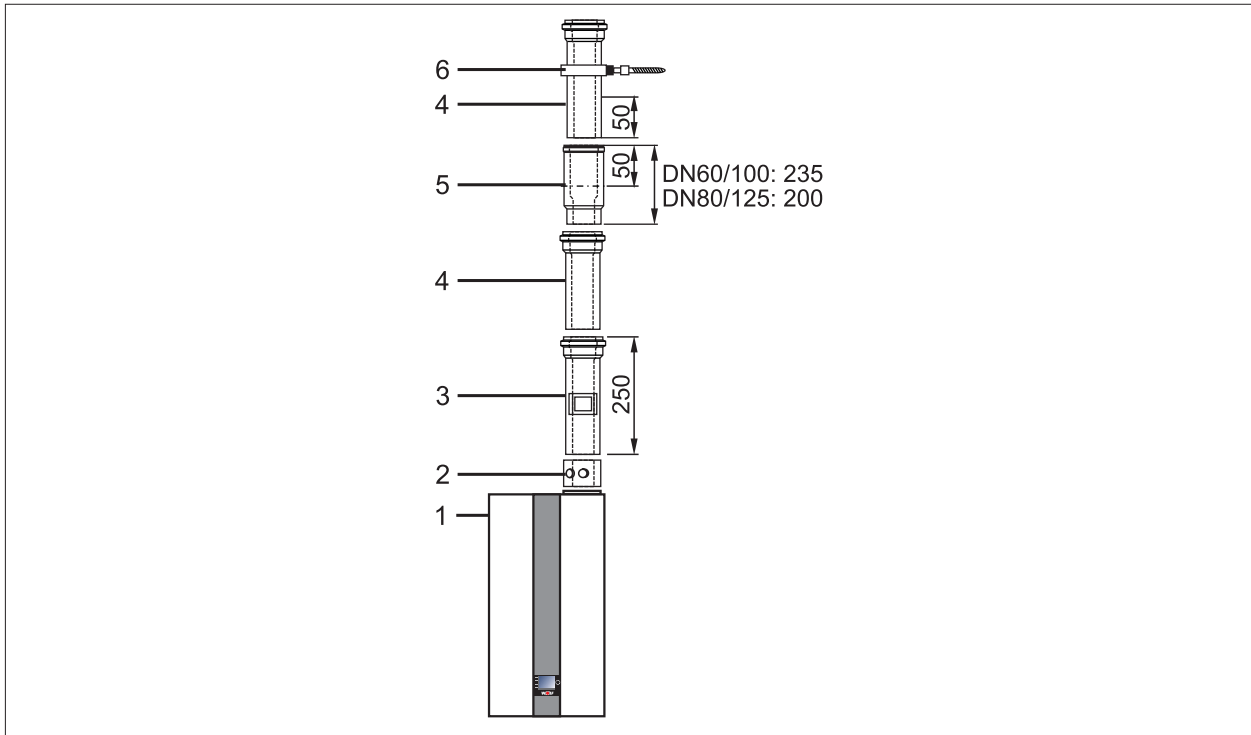

Abb. 5.12 Beispiel Luft-/Abgasführung [mm]
- ▶ Geräteanschluss mit Abgas-Messöffnung (2) (Abb. 5.12) grundsätzlich am Anschluss des Wärmeerzeugers (1) montieren.
- ▶ Trennvorrichtung (6) (Abb. 5.12) bis zum Anschlag in die vorhergehende Muffe (5) schieben.
- ▶ Nachfolgendes Luft-/Abgasrohr (4) 50 mm in die Muffe der Trennvorrichtung (5) schieben.
- ▶ Luft-/Abgasrohr (4) in dieser Position unbedingt fixieren, z. B. mit Abstandschelle (6) oder luftseitig mit